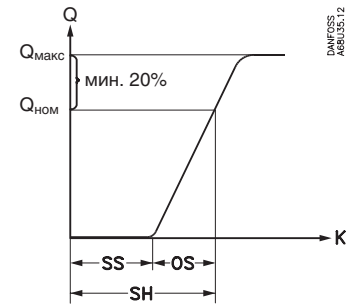

Рис. 5. Перегрев
Перегрев (см. рис. 5)
Статический перегрев (SS) составляет 2K, 3K, 4K или 6K (для вентилях TUB/TUBE и TUC/TUCE, см. рис. 5)